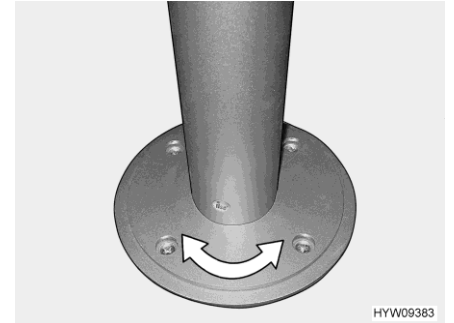

Fig. 134 Pied de table colonne (pivotant) (dépendant du modèle)
- Tourner le plateau de table dans la position désirée. Un certain effort est pour cela nécessaire car le plateau de table tourne dans le sens inverse de la résistance au frottement sur le pied de table colonne (Fig. 134).